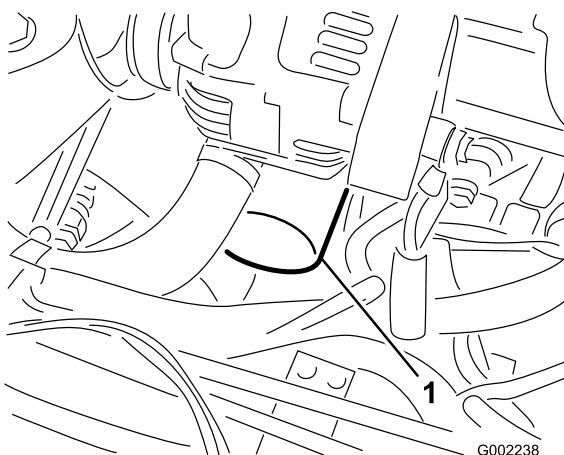

Figura 42
7. Togliete il vecchio filtro dell'olio (Figura 42).
10. Montate il nuovo filtro dell'olio sull'adattatore. Girate il filtro in senso orario finché la guarnizione di gomma non tocca l'adattatore, quindi serrate il filtro di un altro mezzo giro (Figura 42).